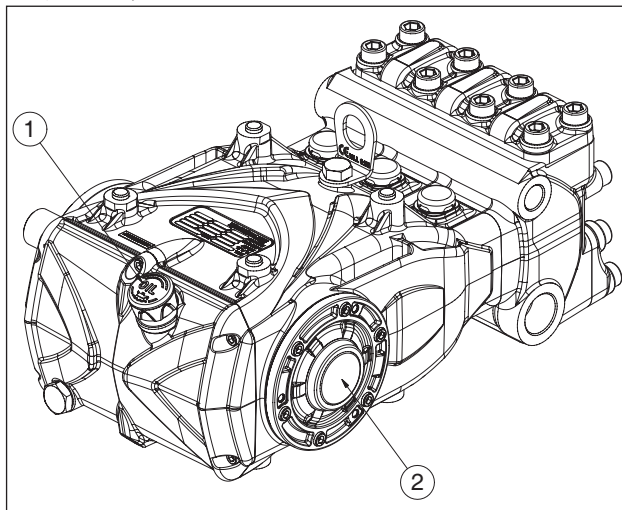

图 13
- 通过专用油位尺(部件号 ① 图 13)检查泵壳中的油位是否达到要求，特别是通过油位指示灯(部件号 ② 图 13)检查。